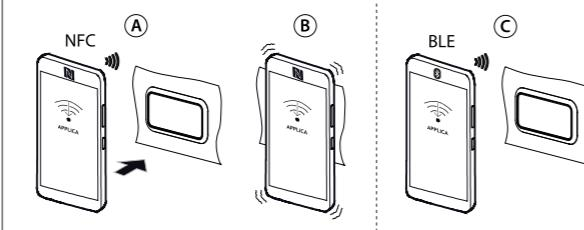

Fig.2 PRIMA MESSA IN SERVIZIO
- avvicinare il dispositivo al terminale utente, a una distanza inferiore a 10 mm, per effettuare il riconoscimento della configurazione (Fig. 2 - rif. A);
- avvicinare il dispositivo al terminale utente per effettuare l'upload dei parametri di configurazione (Fig. 2 - rif. B);
- avvicinare il dispositivo al terminale utente, a una distanza inferiore a 10 m, per effettuare il riconoscimento della configurazione (Fig. 2 - rif. C);
- move the mobile device near to the user terminal, maximum distance 10 mm, so as to recognise the configuration (Fig. 2 - ref. A);
- move the mobile device near to the user terminal again to upload the configuration parameters (Fig. 2 - ref. B);
- move the mobile device near to the user terminal, maximum distance 10 m, to recognise the configuration (Fig. 2 - ref. C);